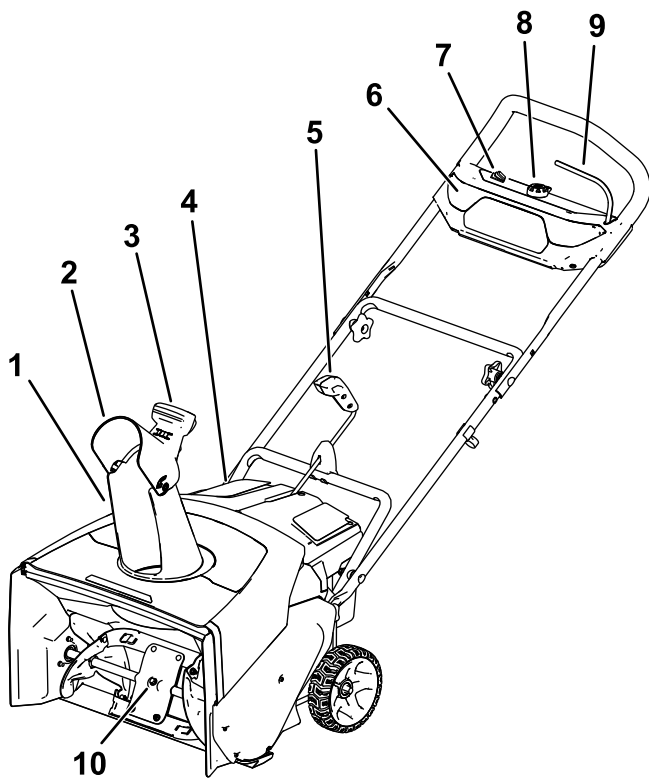

**Bild 8**
1. Vergewissern Sie sich, dass das Ablenkblech nach vorne gerichtet ist (Bild 8).
2. Setzen Sie die den Auswurfkanal-Hebel mit dem Griff nach vorn in die Führung ein und drücken Sie ihn nach unten, bis er einrastet (Bild 8).